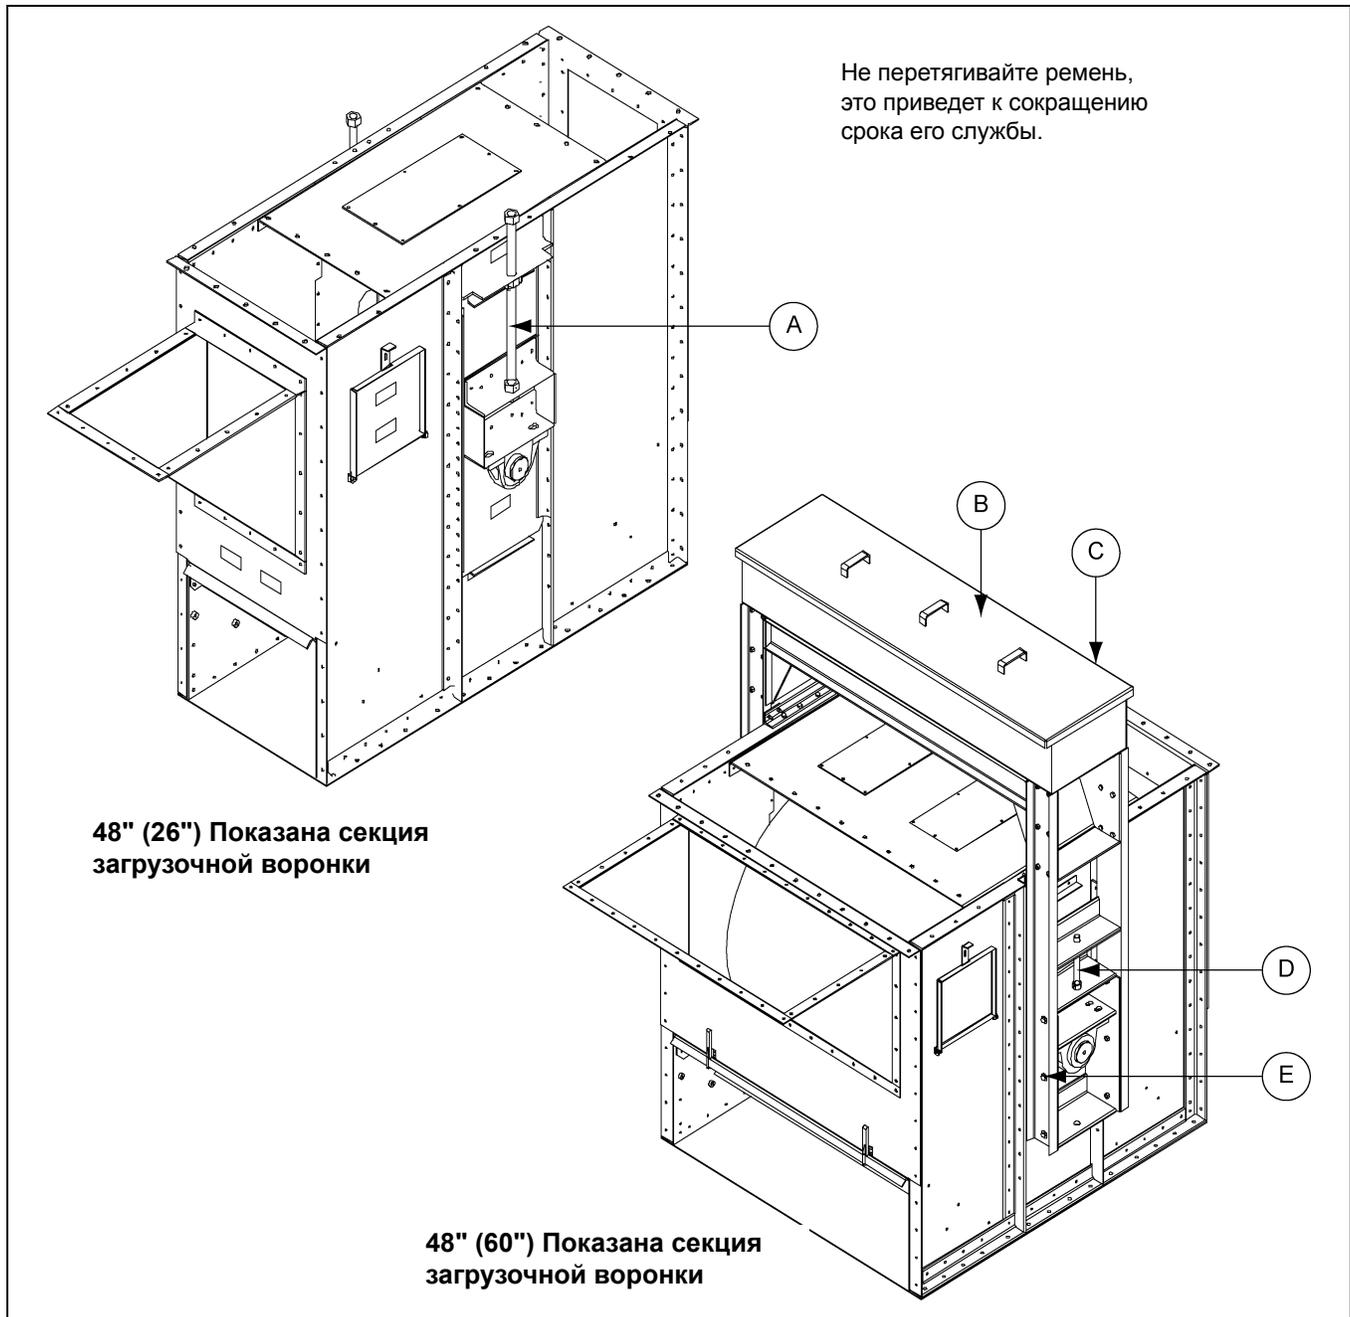

Рисунок 10В Регулировки
5. После выполнения регулировок вновь затяните болты и закрепите стопорные гайки регулировочных винтов пластины подшипника. *(см. рисунок 10В на стр. 34.)*